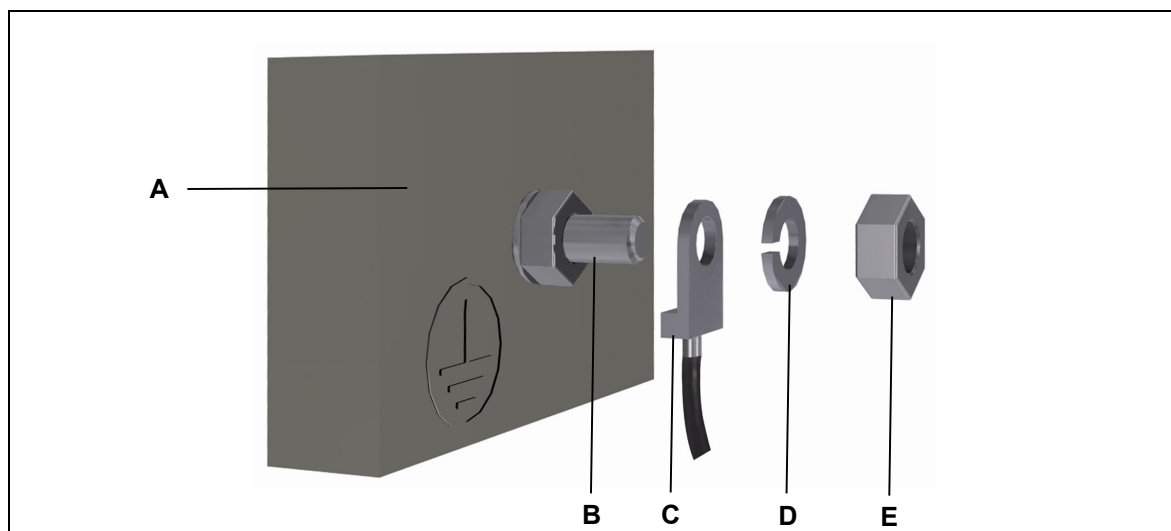

Abbildung 12 Montage des Erdungsbolzens
- 2 Stecken Sie die Erdungsbrücke (**C**) auf den Erdungsbolzen (**B**), wie in Abbildung 12 gezeigt.